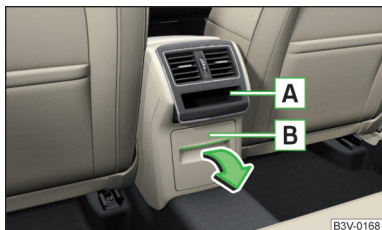

Abb. 104
In der Mittelkonsole hinten befindet sich ausstattungsabhängig ein offenes Ablagefach **A** sowie ein abschließbares Ablagefach **B** » Abb. 104.
- Zum **Öffnen** des Ablagefachs **B** am Oberteil der Vertiefung ziehen und das Fach in Pfeilrichtung aufklappen » Abb. 104.